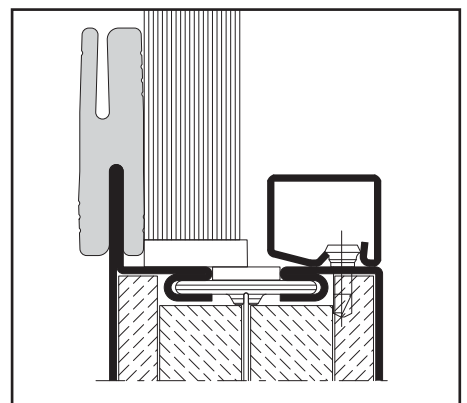

Abb. 24 / Fig. 24 / Fig. 24
- Glaselement einsetzen, ausrichten und verklotzen. Alle Glasleisten aufklipsen (Abb. 24).
- Mettre en place le vitrage, le positionner et le caler. Clipper toutes les parclozes (fig. 24)
- Insert the glazing element, align correctly and insert pads. Clip on all glazing beads (Fig. 24)